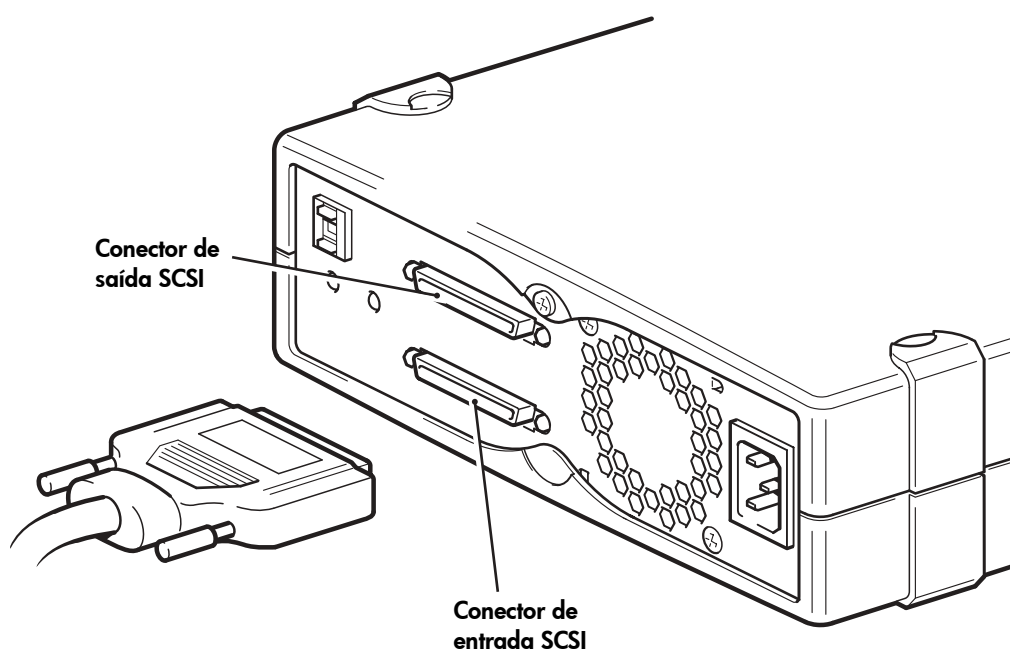

Figura 5: conectar o cabo SCSI
- 4 Encaixe a conexão HD do cabo SCSI no conector de entrada SCSI, no painel traseiro da unidade de fita, e aperte os parafusos para fixá-la (Figura 5). **Não** ligue o cabo ao conector de saída SCSI.